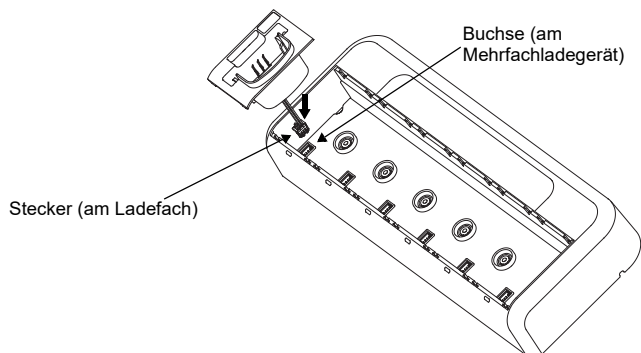

Abbildung 4
3. Entfernen Sie den Kabelbaum der Ladeschale, indem Sie den Stecker gerade nach oben ziehen (siehe Abbildung 4).
1. Schließen Sie den Schaleneinsatz an, indem Sie den Stecker in die Buchse auf dem Mehrfachladegerät stecken (siehe Abbildung 4).